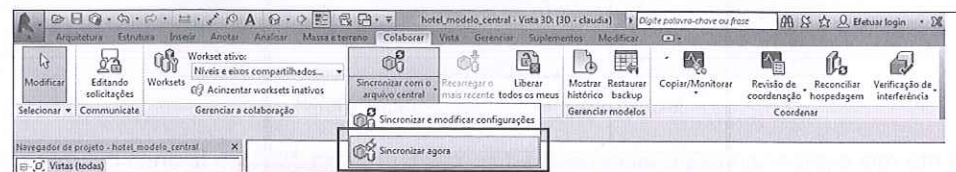

Figura 19.61 – Ferramenta Sincronizar agora.
11. Para enviar as modificações para o arquivo central e torná-las disponíveis a outros usuários, devemos usar o comando **Sincronizar agora**, em **Sincronizar com o arquivo central**, na aba **Colaborar**, ou acessar a barra de acesso rápido (Figura 19.61).